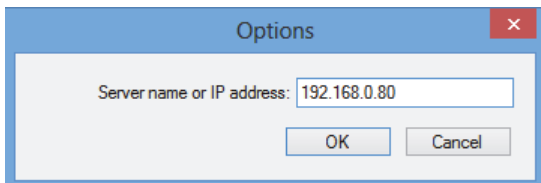

abbildung 59.3: Options Fenster
- 1 Rufen Sie *File > Options* auf. Es erscheint ein Bildschirm, der dem in abbildung 59.3 ähnelt.